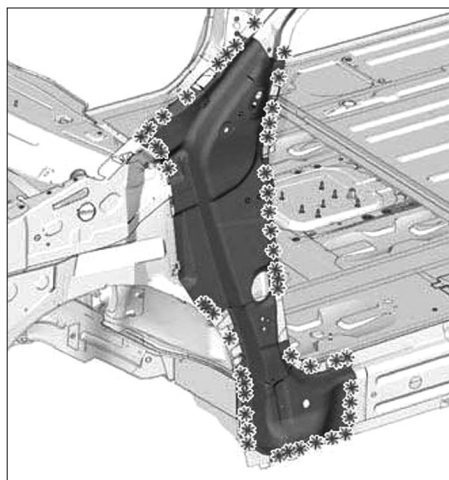

FIG. 49
- Déposer le renfort de pied avant (Fig.49).